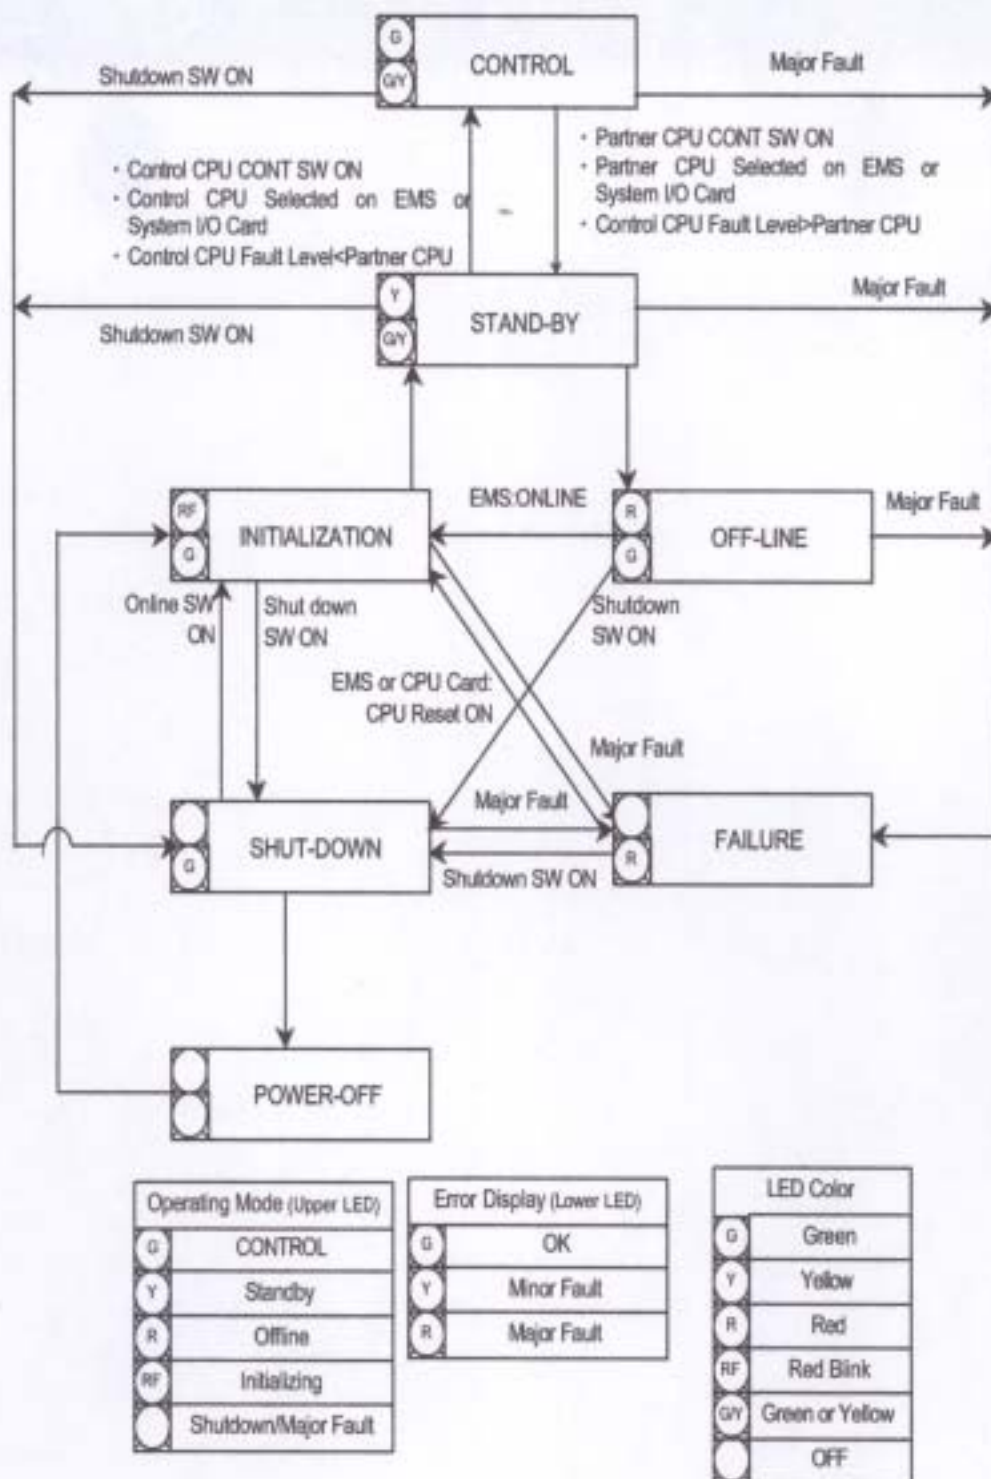

Fig. 1.3-1 CPU State Transitions
(1) CPU 運轉模式如下列各項
(2) CPU 發生故障或是手動切換運轉模式之路徑及燈號之顯示,如圖 Fig1.3-1 所示